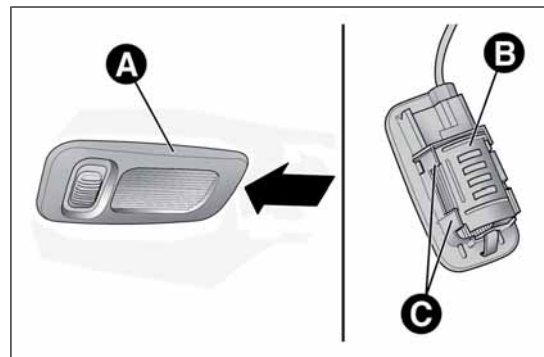

РИС. 147
- опустите солнцезащитный козырек и снимите плафон А РИС. 147, действуя в показанной стрелкой точке;
- установите защитную крышку В РИС. 147 между выступами С;